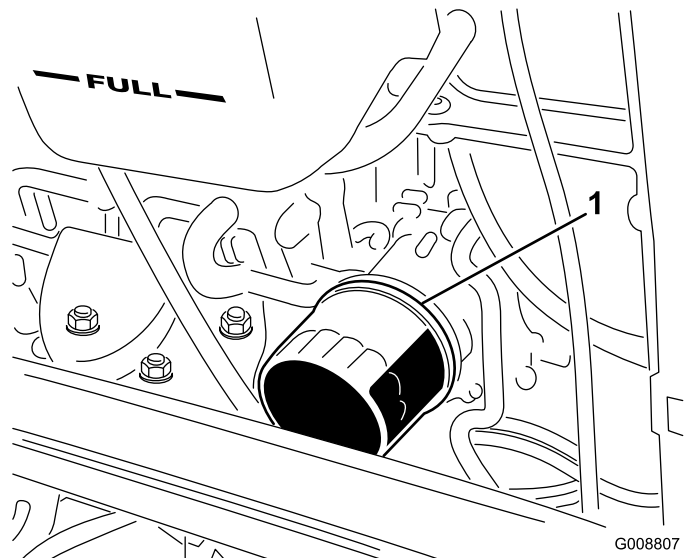

**Bild 30**
1. Entfernen Sie die hintere Ablassschraube (Bild 30) und lassen das Öl in ein Auffanggefäß ab. Schrauben Sie die Ablassschraube wieder ein, nachdem das Öl abgelassen ist.